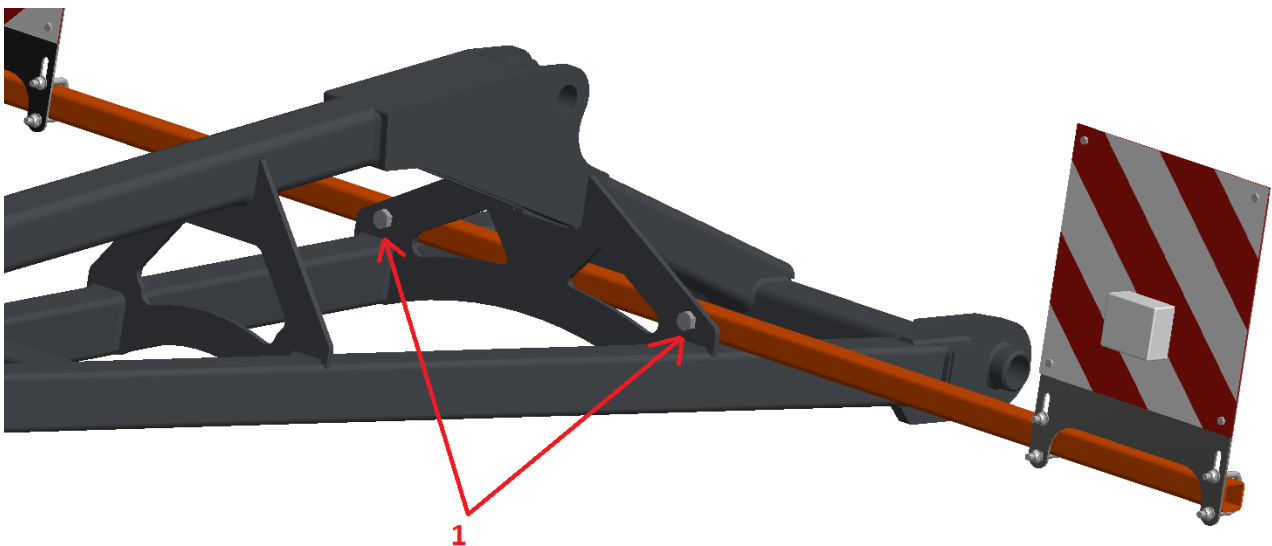

Figure 7 Installation de l'éclairage sur le timon.
Monter la poutre de l'éclairage sur le timon de façon à ce que les trous de fixation de la poutre et du timon coïncident (Fig .7 - pos. 1), puis boulonner le tout à l'aide de boulons M 20 et d'écrous autobloquants.